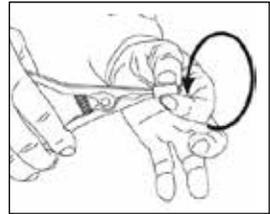

fig. 13
- 1) Inserire l'adattore in elastomero (H) seguendone la conicità nei becchi della pinza divaricatrice fino al totale inserimento.
- 2) Allargare lentamente la pinza divaricatrice e premere ripetutamente con forza stando qualche secondo ad ogni apertura. Ripetere l'operazione più volte ruotando l'adattore in elastomero (H, fig. 13) fino ad ottenere una dilatazione omogenea.
- 3) Portare la pinza divaricatrice a riposo. Prendere l'adattore in elastomero dilatato (H) e inserirlo -nel più breve tempo possibile e seguendone la conicità- sull'espansore meccanico (G) spingendo fino a filo dell'espansore stesso. Per facilitare tale operazione, aiutarsi con un martello con testata in plastica.